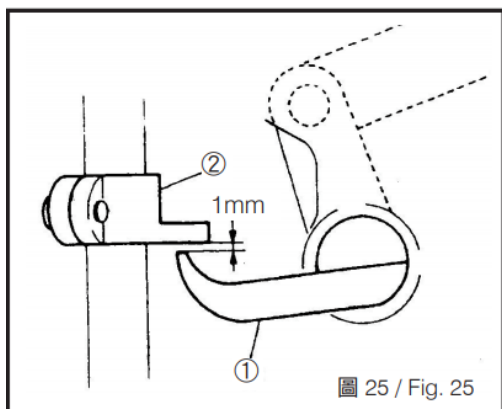

Fig. 25 / Fig. 25
1. Когда прижимная лапка близко касается игольной пластины, сохраняйте расстояние 1 мм между рычагом подъема прижимной лапки ① и соединительным кронштейном прижимной лапки (Рис. 25,26)